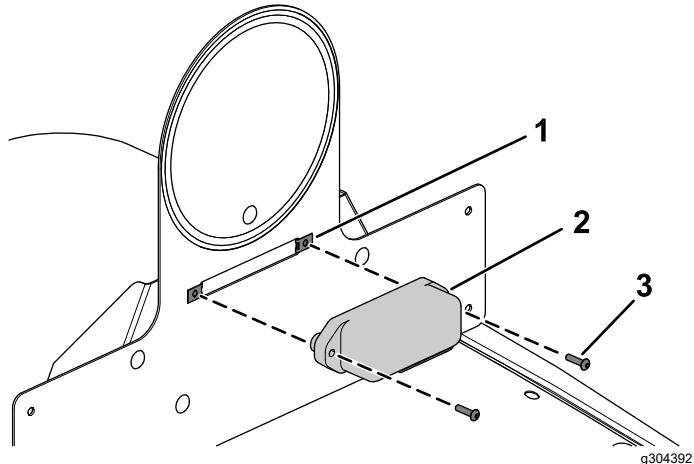

**Figura 38**
9. Enrute el conector del arnés de cables marcado LICENSE LIGHT (J01, J02) a través del capó y conéctelo a la luz de la placa de matrícula (Figura 38).
10. Fije el arnés de cables al capó con 3 tornillos allen (1/4" x 1"), 3 arandelas planas, 3 abrazaderas y 3 tuercas con arandela prensada (1/4"), tal y como se muestra en la Figura 38.